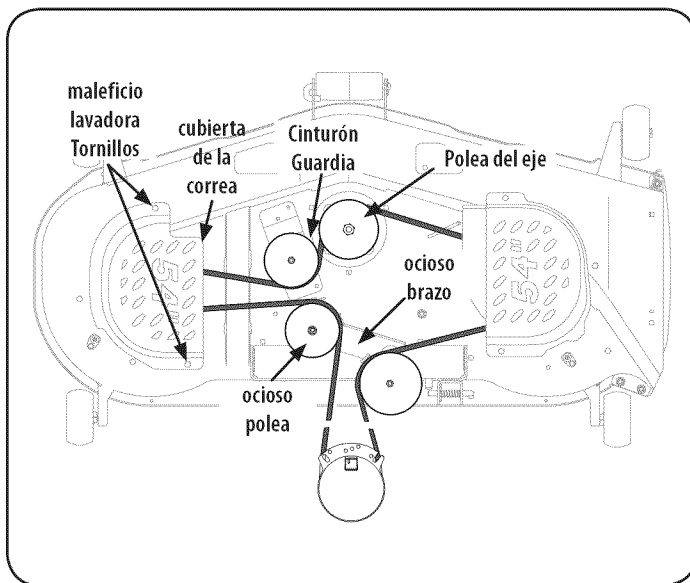

Figura 35
- Quite los tornillos de la arandela hexagonales cubiertas de la correa de la cubierta. Ver Figura 35.
- Instalar la nueva correa alrededor de las poleas del eje como se muestra y vuelva a instalar la cinta cobre. Ver Figura 35.